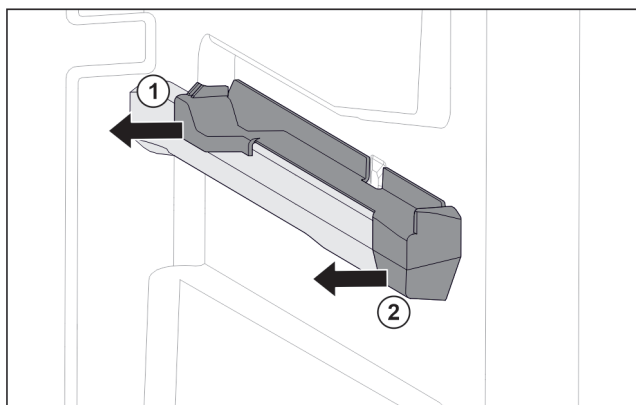

Fig. 103 Natični nastavek na desnem nastavku za posodo
- ▶ Natični nastavek zadaj izvlecite v stran. Fig. 103 (1)
- ▶ Natični nastavek spredaj izvlecite v stran. Fig. 103 (2)